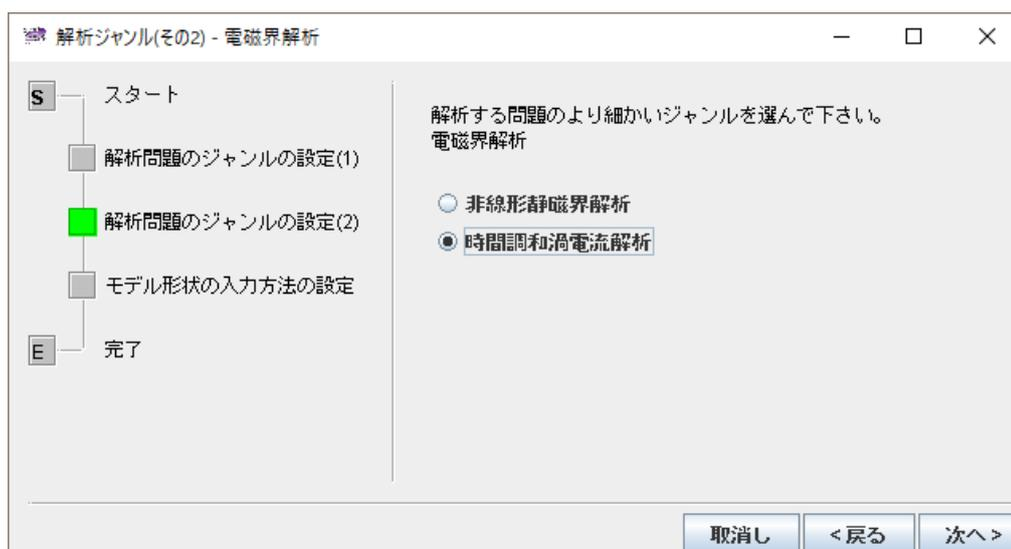

図 3.3-1 解析ジャンル(その 2)
2.4 節の場合と良く似ていますが、「解析ジャンル(その2)-電磁界解析」においては、「時間調和渦電流解析」を選択して「次へ」をクリックしてください (図 3.3-1 参照)。